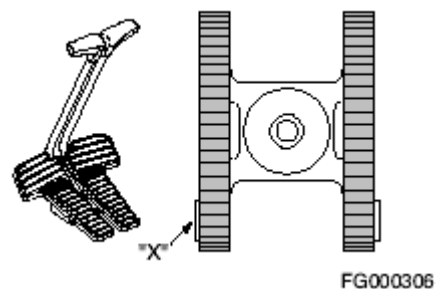

Рисунок 30
4. Остановка (рисунок 30): перевод рычагов хода в положение «NEUTRAL» («НЕЙТРАЛЬНЫЙ») автоматически задействует тормоза и проводит к остановке экскаватора.